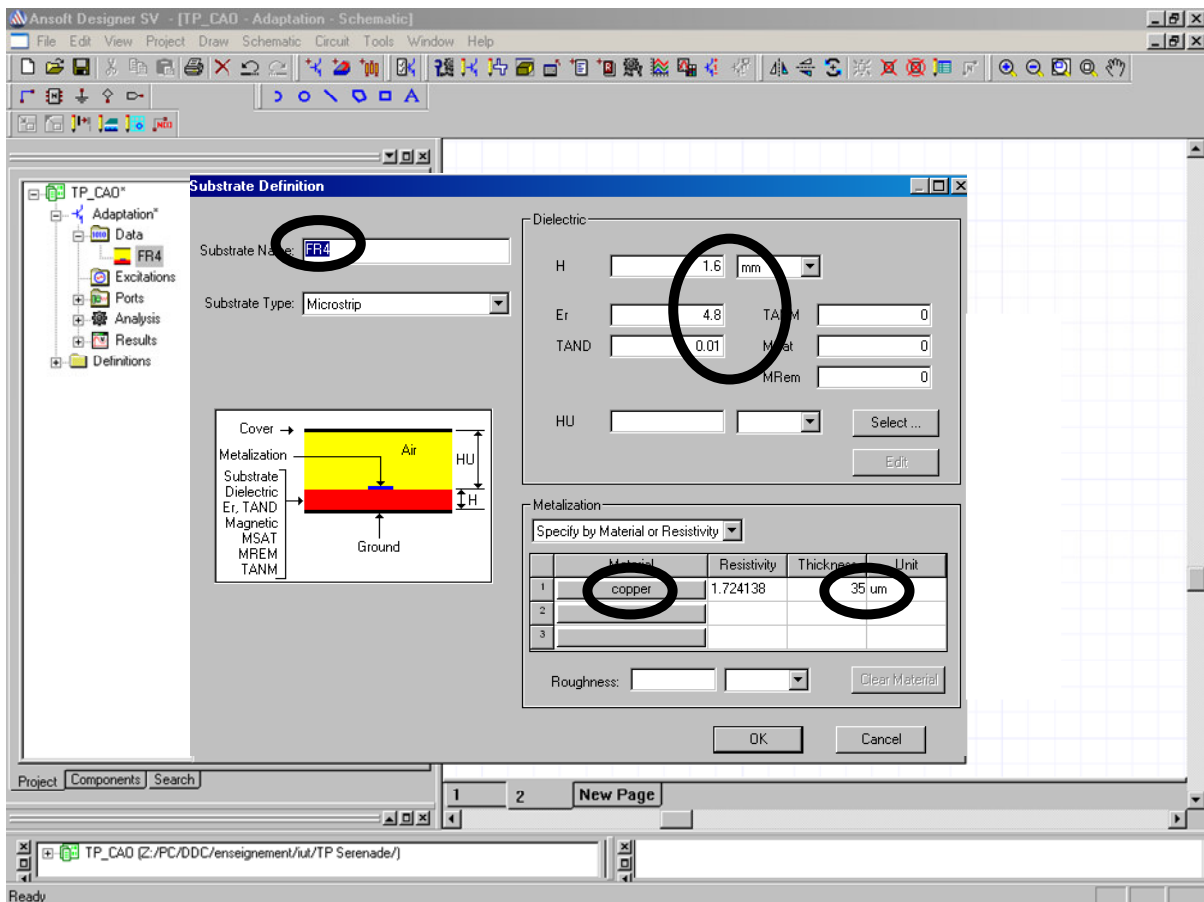

Figure 1 : Définition du substrat FR4.
- Sélectionner *Data* et par un click droit sélectionner *Add Substrate Definition*. Définissez un substrat FR4 classiquement utilisé en électronique et dont les paramètres à rentrer sont entouré sur la figure 1.